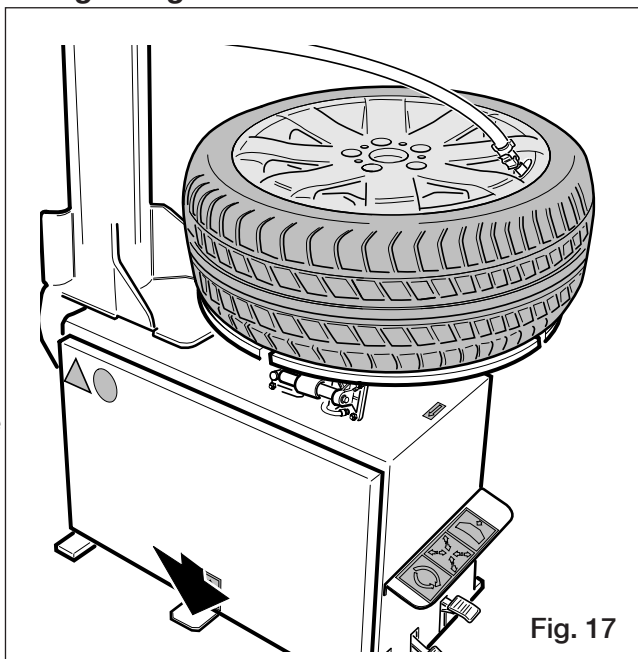

Fig. 17
- Brancher le raccord "Doyfe" (16) du tuyau de gonflage sur la tige de la valve.
- Prendre le pneu avec les mains (Fig. 17) et le soulever de façon à créer un petit espace entre le talon inférieur et le bord inférieur de la jante et éliminer l'espace entre le talon supérieur et le bord supérieur de la jante.